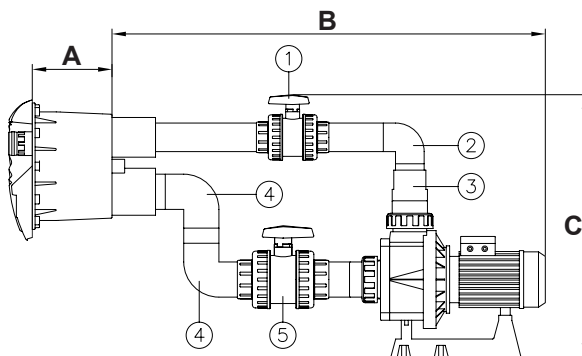

Fig. 7
- Verbinden Sie ein Rohr  $\varnothing 75$ mm (\*) mit der Reduzierhülse (siehe Fig.7).
- Verbinden Sie das Ventil  $\varnothing 75$ mm. (Nr.1, Fig. 7) mit dem Rohr  $\varnothing 75$ mm (\*).
- Verbinden Sie das Rohr  $\varnothing 75$ mm (\*) mit dem Ventil  $\varnothing 75$ mm (Nr.1, Fig. 7).
- Verbinden Sie den Rohrkrümmer  $\varnothing 75$  mm (Nr.2, Fig.7) mit dem Rohr  $\varnothing 75$  mm (\*).
- Verbinden Sie das Rohr  $\varnothing 75$ mm (\*) mit dem Rohrkrümmer (Nr.2, Fig.7).
- Verbinden Sie die konische Reduzierung von 90/75/63 mm (Nr.3, Fig. 7) mit dem Rohrkrümmer  $\varnothing 75$ mm (Nr.2, Fig. 7) und mit der Rohrverschraubung der Pumpe  $\varnothing 90$ mm.
- Benutzen Sie ein Rohr von  $\varnothing 90$ mm (\*) und Schließen Sie damit einen Rohrkrümmer  $\varnothing 90$ mm. (Nr.4, Fig.7) an die Ansaugung des Gehäuses (siehe Fig. 7) an.
- Mit einem Rohr von  $\varnothing 90$ mm (\*) vereinen wir nun den anderen Rohrkrümmer von  $\varnothing 90$ mm (Nr.4, Fig.7) mit dem schon verleimten Rohrkrümmer (siehe Fig.7).
- Verbinden Sie das Ventil  $\varnothing 90$ mm (Nr.5, Fig.7) mit dem Rohrkrümmer (Nr.4, Fig.7), indem Sie für den Anschluß ein Rohr von  $\varnothing 90$ mm (\*) benutzen.
- Verbinden Sie ein Rohr  $\varnothing 90$  mm (\*) mit dem Ventil (Nr.5, Fig.7) und mit der Rohrverschraubung der Pumpe  $\varnothing 90$ mm.